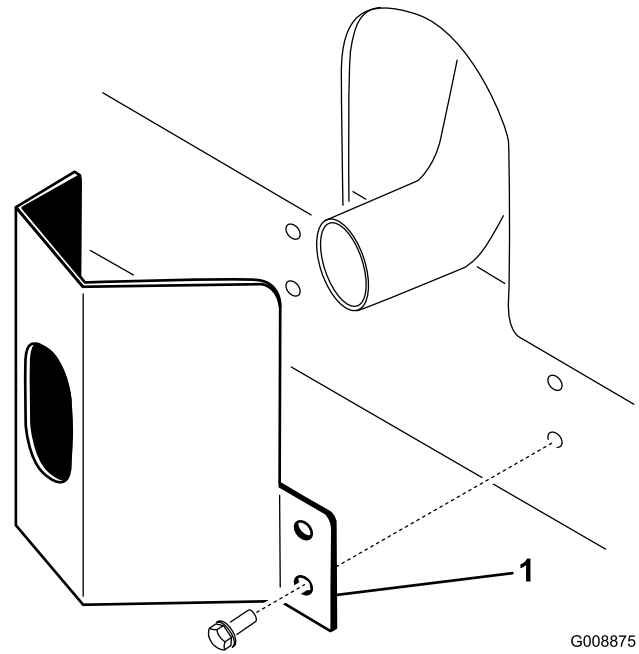

Figure 36
- Placez la protection de l'échappement autour du silencieux et alignez les trous de montage avec ceux du cadre (Figure 36).
- Fixez la protection de l'échappement au cadre à l'aide de 4 vis autotaraudeuses (Figure 36).